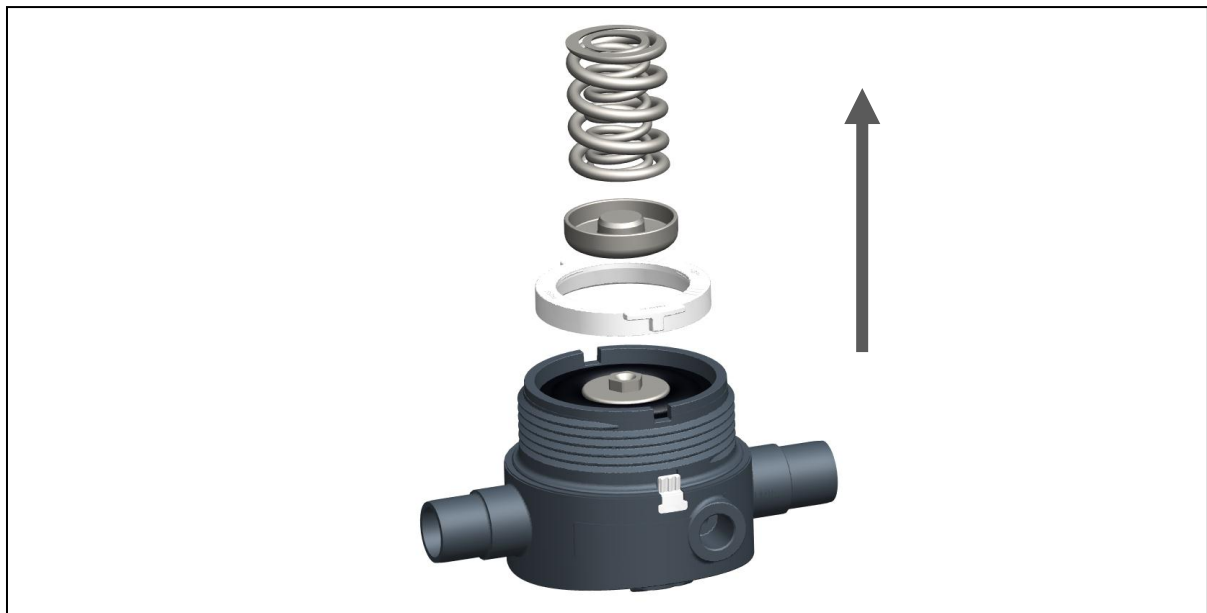

Fig. 8
- Retirar la pieza de compresión, los resortes y el anillo de retención, ver la fig. 8.